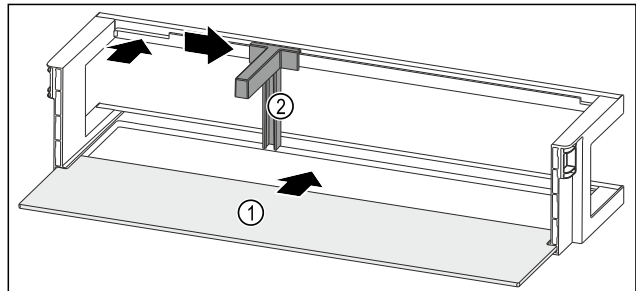

Fig. 244 Türabsteller mit Abstellfläche
- ▶ Abstellfläche Fig. 244 (1) in die seitlichen Aussparungen einschieben.
- ▶ Flaschenhalter Fig. 244 (2) in die Aussparung einsetzen.
- ▶ Flaschenhalter Fig. 244 (2) in gewünschte Position zur Seite schieben.